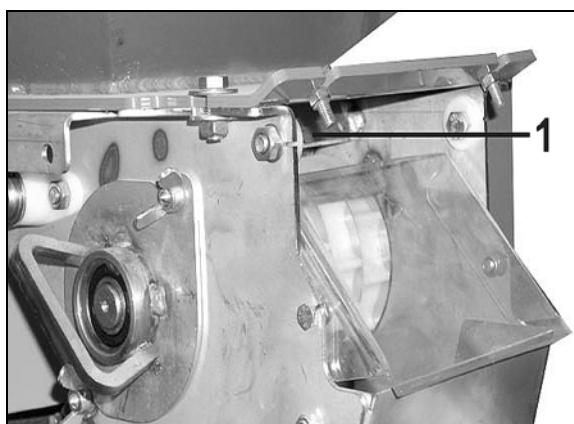

Рис. 35
2. Заслонку (Рис. 35/1) переместите до упора в дозаторе.